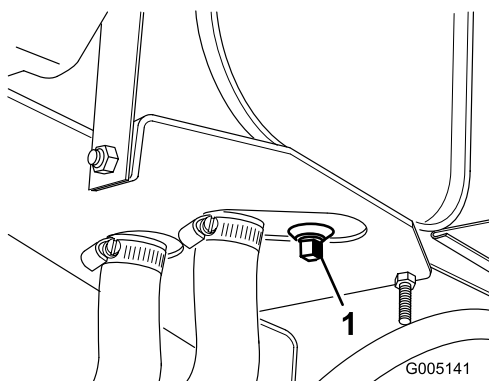

Figura 47
1. Retire o tampão de escoamento do reservatório (Figura 47) e deixe o óleo hidráulico escorrer para um recipiente adequado. Volte a instalar e aperte o tampão quando o óleo deixar de escorrer.